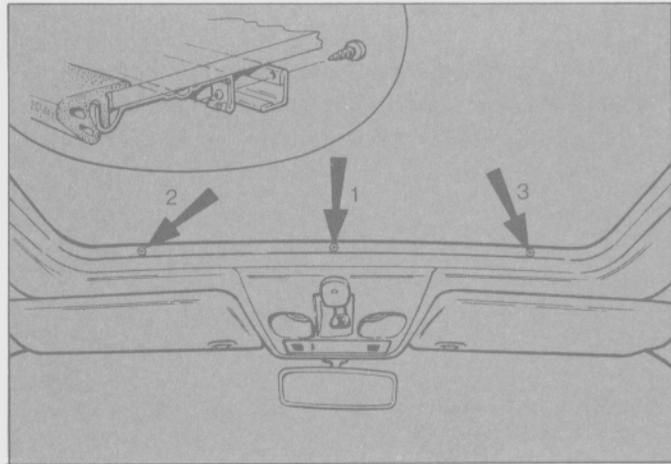

Fig. 325 - Tornillos de sujeción del marco inferior del techo al cristal.
- Retirar los tres tornillos que sujetan el marco inferior al cristal (Fig. 325).
- Insertar el conjunto por la parte delantera de la abertura comprobando que los carriles guía encastran en sus soportes (Fig. 325).